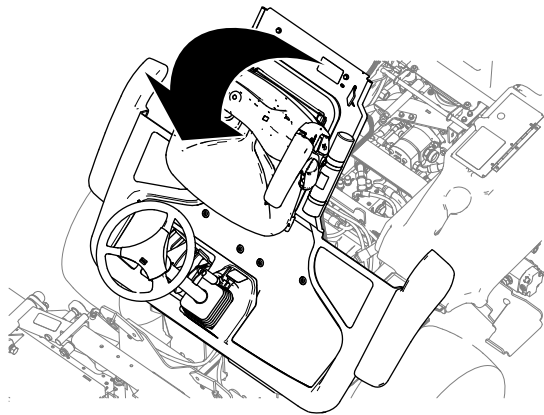

Figura 43
2. Sollevate la pedana (Figura 43).